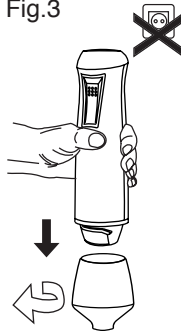

Fig.3.1
- Unir el grupo reductor al cuerpo del motor girándolo en el sentido que indica la flecha (Fig. 3.1)